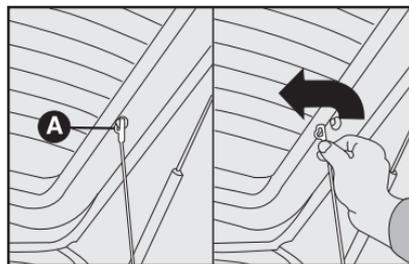

fig. 70
**1**) Soltar as extremidades superiores **A-fig. 70** dos dois tirantes, desprendendo as argolas dos pinos.